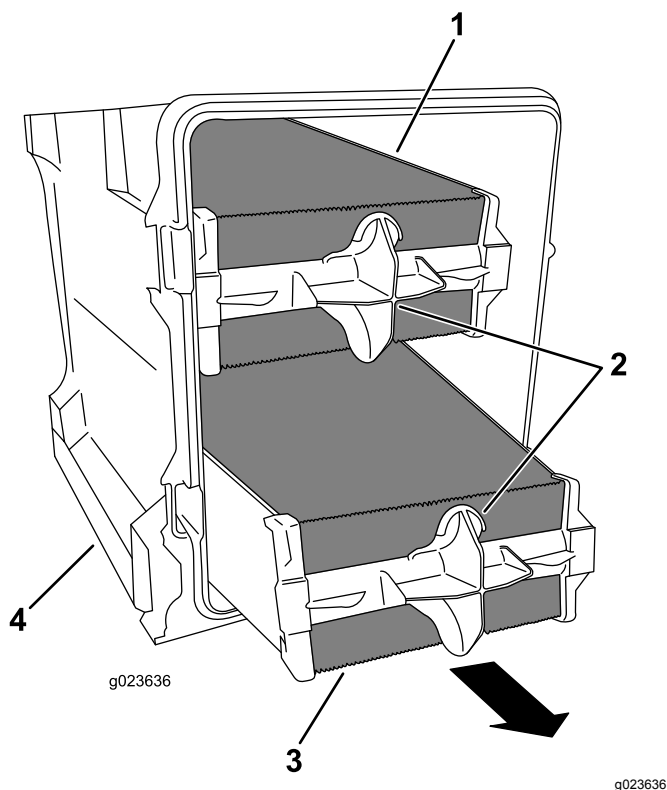

Figura 89
4. Segurando nas alças do filtro de ar, remova o filtro primário da tampa do purificador de ar (Figura 89).